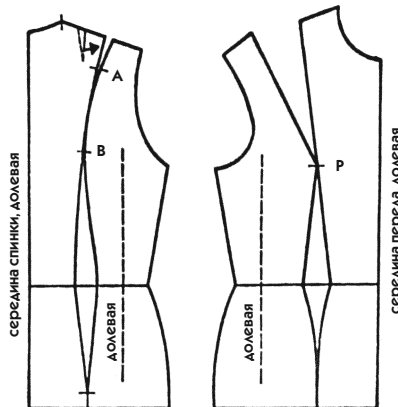
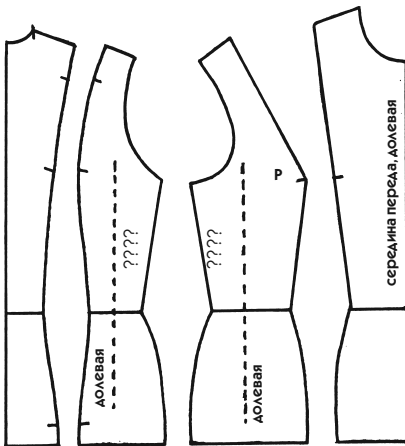

Рис. 89
Рис. 90
- отложите на плечевом срезе спинки одну мерку от проймы, а другую — от горловины; между двумя отрезками останется распах вытачки (рис. 89).
Как вы можете убедиться на рис. 89, вытачка на плече со стороны спинки оказалась в линии рельефа. Это делается из эстетических соображений, потому что вытачка, помещенная рядом с рельефом, выглядит плохо. Перенесение вытачки в рельеф не влияет на подгонку, потому что вытачка находится на слегка выпуклом участке фигуры. Это не касается особых случаев, когда лопатки выдаются очень сильно. Тогда линию рельефа приходится переносить в более подходящее место. Перенесение плечевой вытачки не влияет на возможную вытачку горловины. Если имеется одна вытачка горловины, ее можно там и оставить, так как она никак не нарушит линию рельефа.
2. От точки, расположенной ближе к шее на плечевом срезе спинки, проведите слегка изогнутую линию рельефа до основной вытачки (обычно рельеф ведется не до вершины вытачки, а спускается чуть ниже), как на рис. 89.
4. На юбочной части от вершины вытачки проведите вниз прямую, параллельную срединной линии спинки (рис. 89).
На рельефе сделайте засечки в местах окончания вытачек (точки А и В на рис. 89) и не забудьте отметить точку Р на передке лифа.
- На половине ширины между линией бокового среза и рельефом, как на передке, так и на спинке, проведите пунктирную линию, параллельную срединной линии (рис. 89).
Однако вам необходимо быть уверенными в том, что вы все хорошо усвоили. Для этого оставьте нетронутым лекало по рис. 89 (спинка и перед на одном листе), которое, как и в предыдущих случаях, будет разрезано на блоки по контуру с оставлением полей. Исходя из лекала по рис. 89, выполните лекало по рис. 90.
- Перенесите все засечки и примечания (рис. 90).